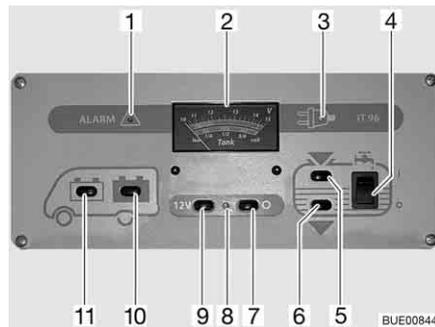

Bild 106 Panel IT 96-2
Der 12-V-Hauptschalter (Bild 106,7 und 9) schaltet das Panel und die 12-V-Versorgung des Wohnraums ein und aus.
Einschalten: ■ Schalter (Bild 106,9) drücken "12 V": Die 12-V-Versorgung des Wohnraums ist eingeschaltet. Die Kontroll-Leuchte (Bild 106,8) leuchtet grün.
Ausschalten: ■ Schalter (Bild 106,7) drücken "O": Die 12-V-Versorgung des Wohnraums ist ausgeschaltet. Die Kontroll-Leuchte (Bild 106,8) erlischt.
Beim Anzeigeelement V/Tank (Bild 106,2) die obere Skala beachten. Das Anzeigeelement wird automatisch beleuchtet, sobald ein Schalter gedrückt wird.
- Schalter (Bild 106,11) drücken "☺": Die Batteriespannung der Starterbatterie wird angezeigt.
- Schalter (Bild 106,10) drücken "☹": Die Batteriespannung der Wohnraumbatterie wird angezeigt.
Beim Anzeigeelement V/Tank (Bild 106,2) die untere Skala beachten. Das Anzeigeelement wird automatisch beleuchtet, sobald ein Schalter gedrückt wird.
- Schalter (Bild 106,5) drücken "": Die Wassermenge wird angezeigt.
- Schalter (Bild 106,6) drücken "": Die Abwassermenge wird angezeigt.
- Wippschalter (Bild 106,4) oben drücken "I": Die Wasserversorgung ist eingeschaltet.
- Wippschalter (Bild 106,4) unten drücken "O": Die Wasserversorgung ist ausgeschaltet.
Die rote Warnleuchte "ALARM" (Bild 106,1) blinkt, sobald die Spannung der Wohnraumbatterie 11 V (Messung im laufenden Betrieb) unterschreitet und damit Tiefentladung droht.
Die 12-V-Kontroll-Leuchte (Bild 106,8) leuchtet, wenn der 12-V-Hauptschalter (Bild 106,9) eingeschaltet ist.
Die gelbe 230-V-Kontroll-Leuchte (Bild 106,3) leuchtet, wenn am Eingang des Elektroblocs Netzspannung vorhanden ist.